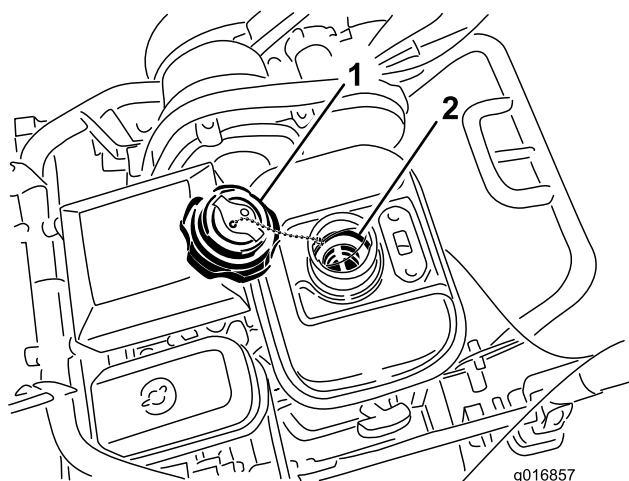

Figura 37
3. Svitare e togliete il relativo tappo dal serbatoio carburante (Figura 37).